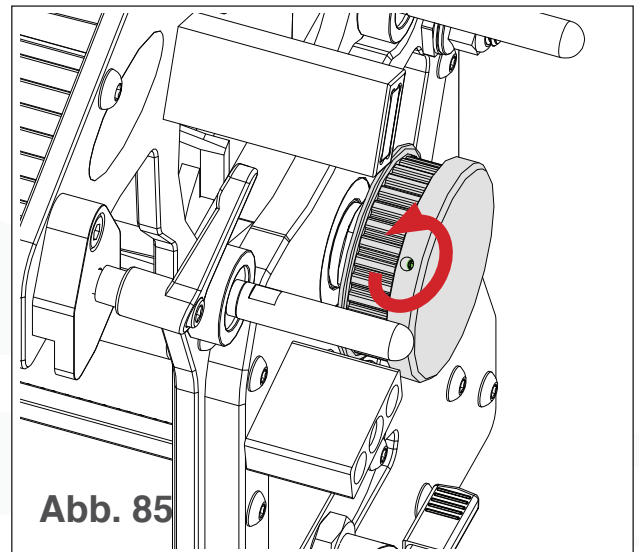

Abb. 85
3. Lösen Sie mit einem 2,5-mm-Innensechskantschlüssel die tief eingestellte Stellschraube in der Kappe der Klingenrolle (siehe Abb. 85).